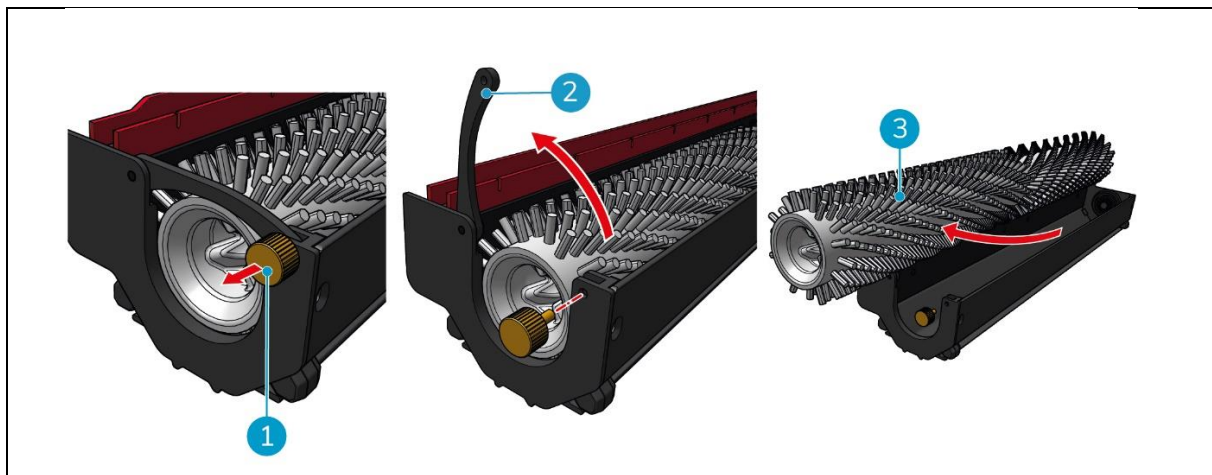

Figura 36
2. Retirar o parafuso (Figura 36, pos. 1) rodando-o no sentido contrário ao dos ponteiros do relógio e abrir cuidadosamente a alavanca (Figura 36, pos. 2).
3. Retirar a escova de rolos (Figura 36, pos. 3) do suporte para efeitos de limpeza completa ou substituição por uma nova.